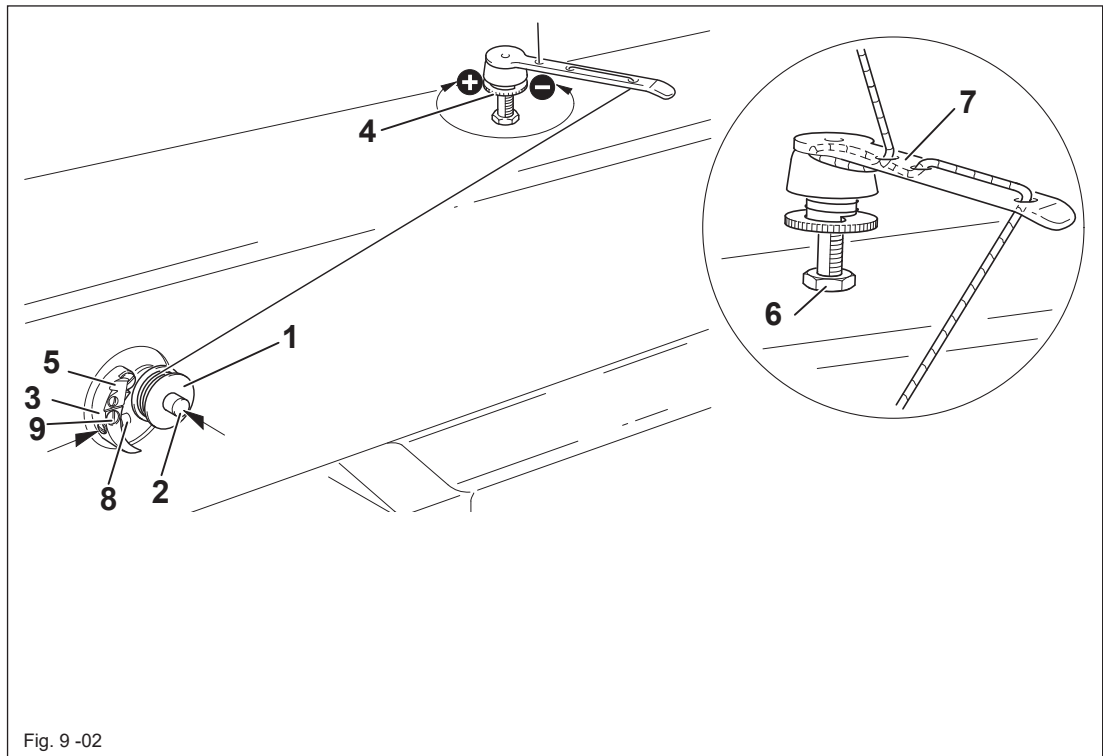

Fig. 9 -02
- Den Faden gemäß Fig. 9 - 02 einfädeln und im Uhrzeigersinn einige Male auf Spule **1** wickeln.